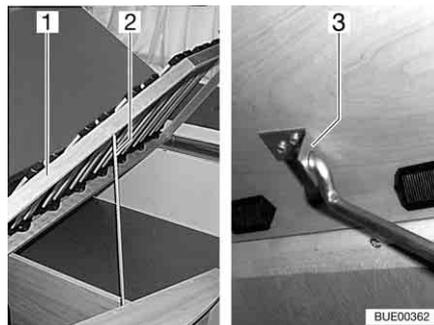

Bild 77 Festes Bett
- Lattenrost (Bild 77,1) anheben, Stange (Bild 77,2) aus Verankerung lösen und in Loch der Halterung (Bild 77,3) einstecken.
- Lattenrost (Bild 77,1) anheben, Stange (Bild 77,2) aus Halterung (Bild 77,3) lösen und in Verankerung einklemmen.